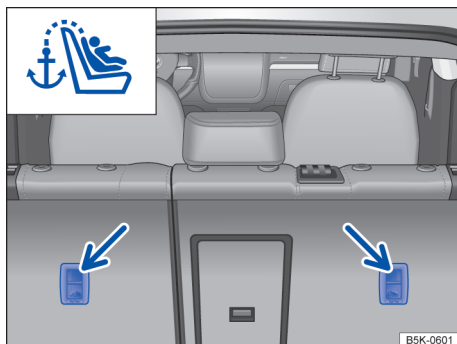

Fig. 51 No lado posterior do banco traseiro: olhal de retenção para o cinto de fixação superior.
- Conduzir o cinto de fixação superior da cadeira de criança para trás, no compartimento de bagagem, e enganchá-lo no olhal de retenção identificado como Top Tether no encosto do banco traseiro → Fig. 51.